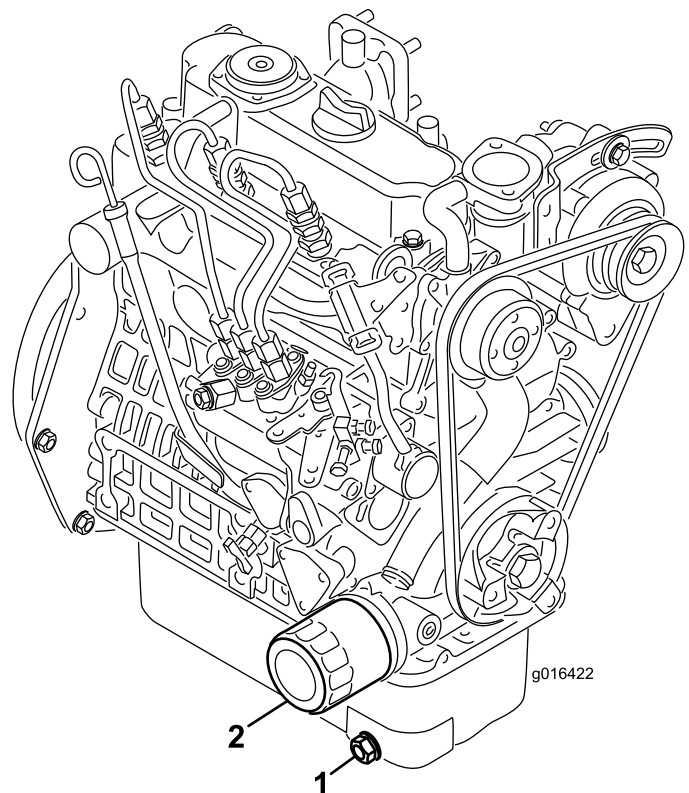

Figura 39
1. Retire el tapón de vaciado (Figura 39) y deje fluir el aceite a un recipiente apropiado. Cuando el aceite deje de fluir, coloque el tapón de vaciado.